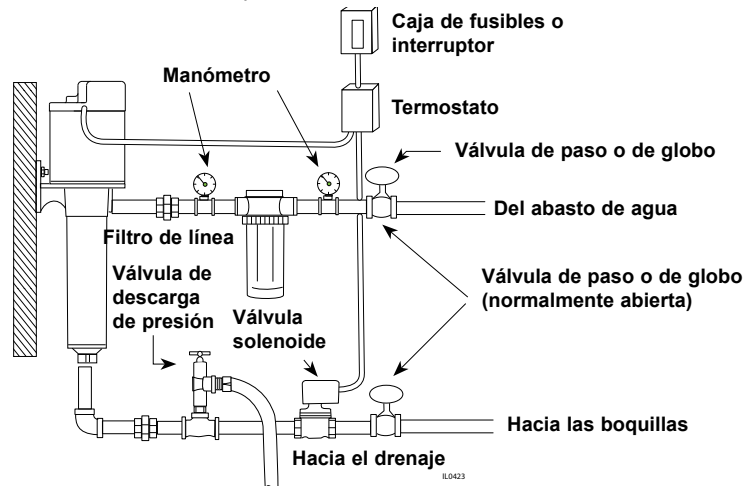

Figura 7
4. Cuando haya suciedad, arena o tierra presentes en el agua de suministro, instale un colador o filtro en el lado de entrada de la bomba (vea la Figura 7).